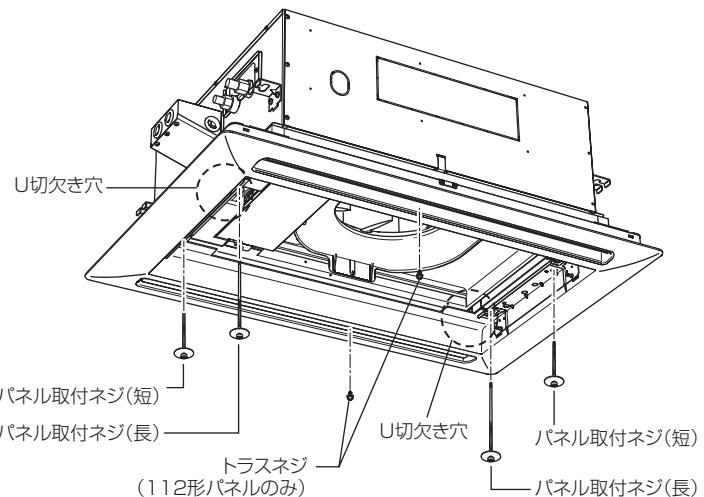

図14-2
- 2) 1)が完了しましたら図5-1および図5-2で仮止めしていた取付けネジとトラスネジを締め付けてください。(図14-2)